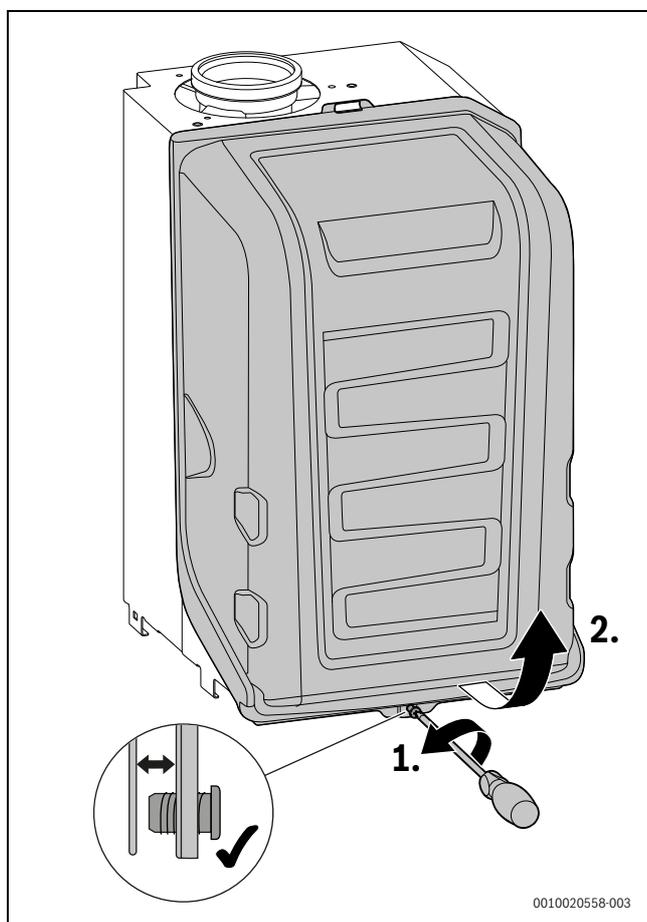

Fig. 107 Rimozione della cuffia del bruciatore
- ▶ Rimuovere la cuffia del bruciatore (→ fig. 107, pagina 65).